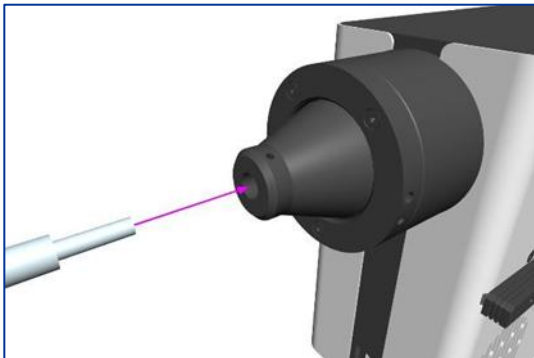

Abbildung 14
1. Führen Sie ein freies Ende eines 3-mm-Flüssigkeitslichtleiters in die Lichtquelle ein und vergewissern Sie sich, dass der Lichtleiter vollständig im Ausgangsrohr der Lichtquelle sitzt (Abbildung 14 ).